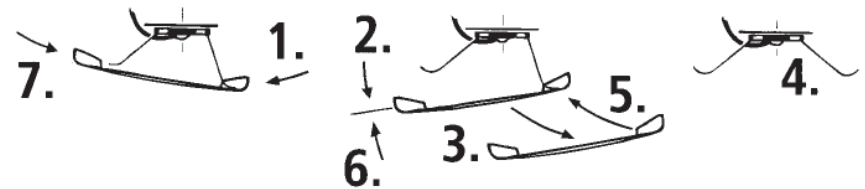
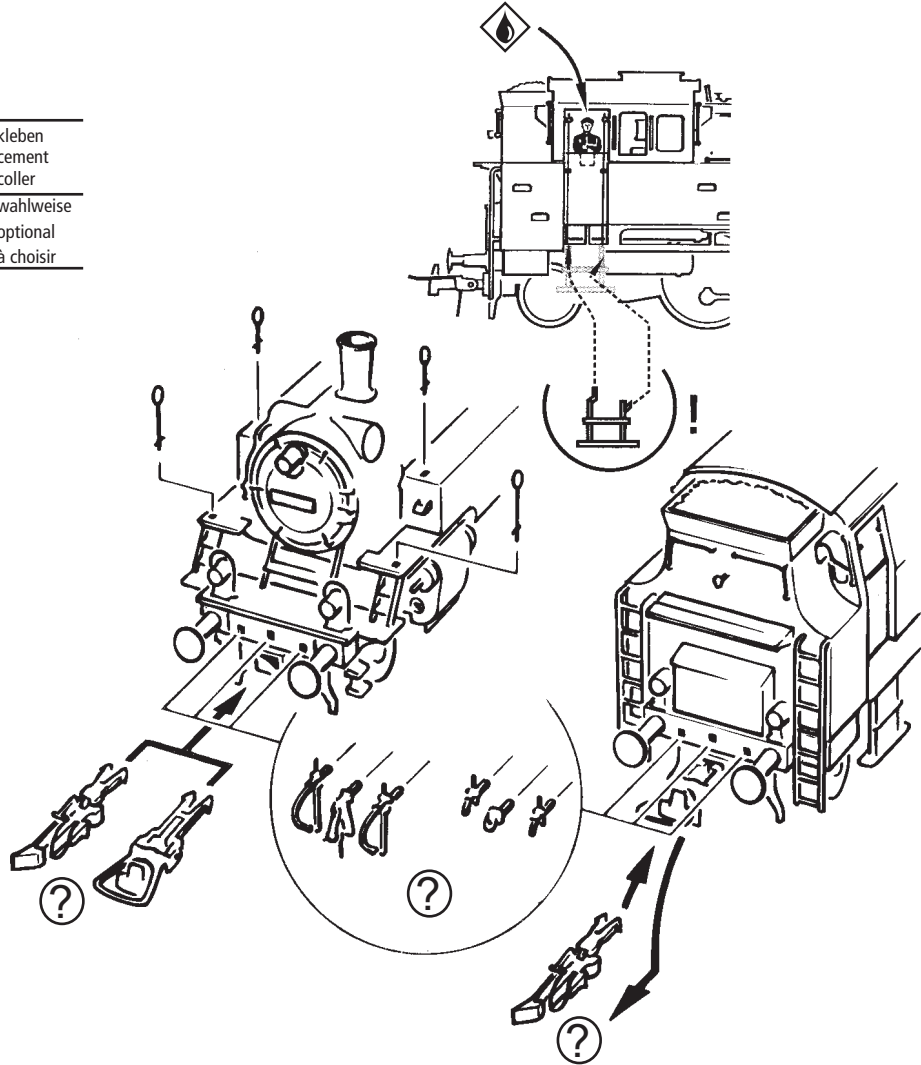

Fig. 6
Fig. 4
Mehrzugbetrieb: Zuerst das Lokgehäuse abnehmen (Fig. 4). Danach den Brückenstecker aus der Schnittstelle entfernen (diesen sorgsam aufbewahren). Zuletzt den Stecker des Decoders lagegerecht einsetzen (siehe Fig. 6).
2. Schmierung: Versehen Sie die im Schmierplan in Fig. 7 gekennzeichneten Stellen mit nur **kleinen Öltropfen**. Dazu zuerst das Lokgehäuse abnehmen (Fig. 4). Wir empfehlen den ROCO **Öler Art.-Nr. 10906**. Fürs Schmieren der Getriebeteile (Zahnräder, Schnecke) empfehlen wir das **ROCO-Spezialfett Art.-Nr. 10905**. Im Falle der Schmierung diese Teile **nicht ölen**.
5. Kohlebürstenwechsel: Lokgehäuse abnehmen (Fig. 4). Danach wird der **Motor ausgebaut** und die **Kohlebürsten ausgewechselt** (Fig. 10).
Running in digital mode: First remove loco body (fig. 4). Then remove the jumper from the interface. Finally put the plug of the decoder into the interface as shown in fig. 6.
2. Lubrication: Apply **tiny oil drops** to spots marked in fig. 7. Prior to lubrication dismantle the loco body (fig. 4). We recommend using item no. **10906, Roco oiler**. For lubrication the gearparts (e.g. cogwheels, worm) we would recommend our Roco **special grease** (item no. **10905**).
3. Steam generator application (fig. 5): First remove the smokestack (fig. 4) and then push in the Seuthe steam generator no. 10 (running in digital mode: use no.11).
5. Carbon Brush Changing: First remove locomotive body (fig. 4), and then the motor (fig. 10).
Exploitation en télécommande multi-trains: Veuillez démonter d'abord la caisse de votre locomotive (fig. 4). Enlevez ensuite la fiche de shuntage de l'interface (à conserver!) et enfichez finalement la fiche de décodeur aux prises de l'interface. Veuillez à la position correcte de la fiche (voir fig. 6).
2. Graissage: N'appliquez **qu'une toute petite goutte** aux endroits indiqués par le plan de graissage (fig. 7) après avoir démonté la caisse du locomotive (fig. 4). Nous vous recommandons le
3. Emploi d'appareil fumigène: Veuillez démonter d'abord cheminée (fig. 4) et introduisez ensuite le fumigène au chassis (fig. 5). **Attention:** Le fumigène Seuthe n° 10 n'est à utiliser qu'en exploitation classique >>analogue<<. Pour une locomotive munie d'un décodeur de commande numérique faites appel au fumigène Seuthe n° 11!
5. Remplacement des balais du moteur: Démontez la caisse du locomotive (voir fig. 4). Sortez ensuite le moteur de son logement (voir fig. 10) et échangez finalement le balais.
1. siehe } Fig. 4
see } Fig. 4